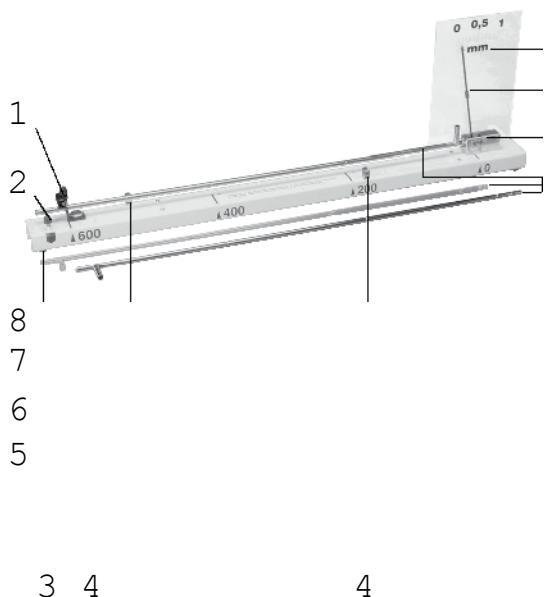

**Figure 2**
- 2 Vis pour barre de trépied (cf. Fig. 2)